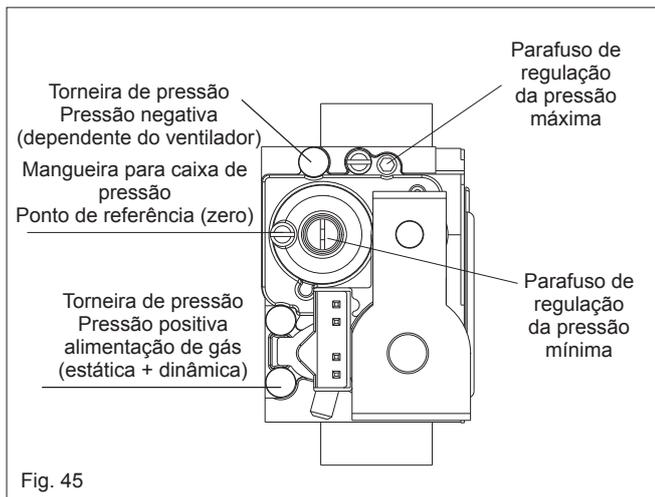

Fig. 45
- Usando uma chave de fendas adequada, gire muito lentamente o parafuso de regulação da pressão máxima (Fig. 45)– no sentido horário para diminuir, no sentido anti-horário para aumentar – até que o valor correcto seja mostrado no analisador de CO2 (deixe passar um tempo para que o analisador se estabilize).
- Usando uma chave de fendas adequada, gire muito lentamente o parafuso de regulação da pressão mínima (Fig. 45)– no sentido horário para aumentar, no sentido anti-horário para diminuir – até que o valor correcto seja mostrado no analisador de CO2 (deixe passar um tempo para que o analisador se estabilize).